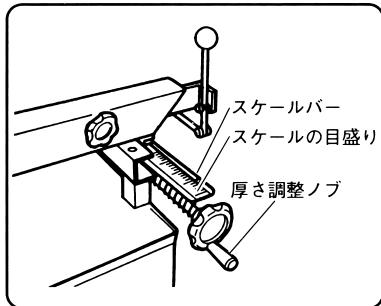

図 17
- 肉箱を移動させた後は、スライス厚さを示すスケールバー(図 17 参照)の目盛りが実際にスライスした厚さと異なりますので、カム部の無頭ネジ(図 13 参照)をゆるめスライス厚さと目盛りが合うまでスケールバーを移動させ、無頭ネジを締付けてください。